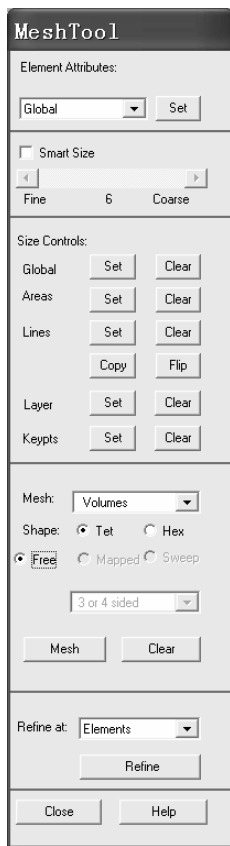

图 2-151 “MeshTool” 窗口 (1)
(1) 依次选择 Main Menu>Preprocessor>Meshing>MeshTool, 弹出 “MeshTool” 窗口 (见图 2-151)。